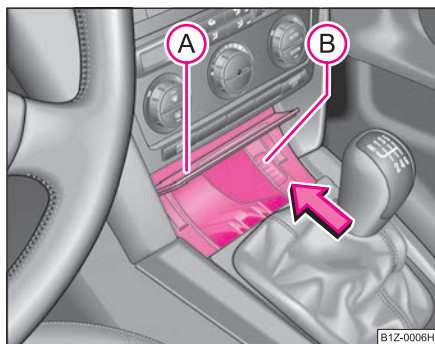

Fig. 93 Consola centrală: Scrumiera față
- Apăsați pe partea inferioară a capacului scrumierei - vezi poziția (A) ⇒ fig. 93.